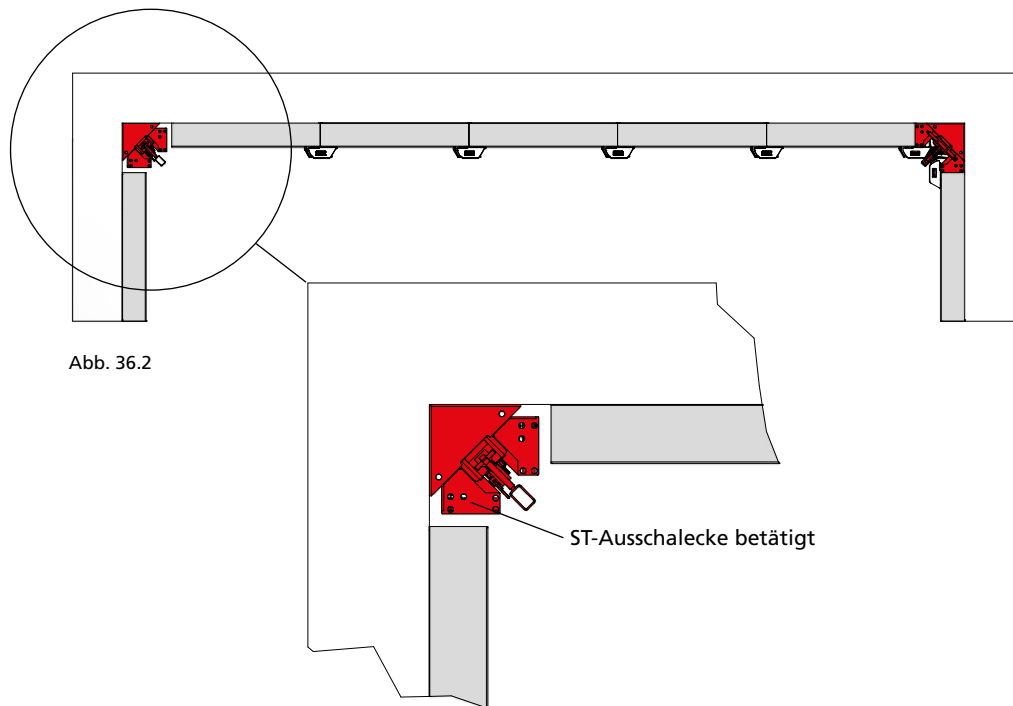

Abb. 36.2
2. ST-Ausschalecke betätigen (Abb. 36.2 und Seite ST/AS-33 bis -35).